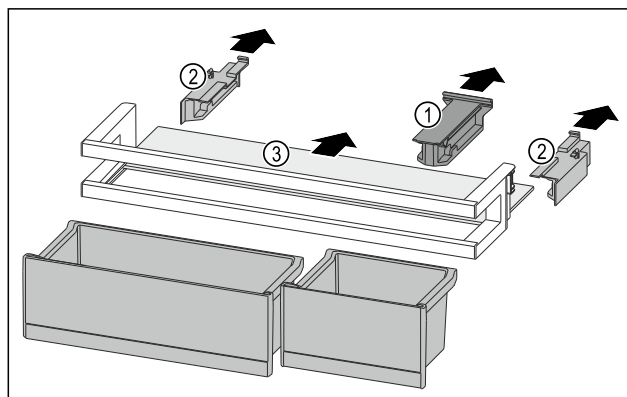

Fig. 92
- Retire la pieza de retención Fig. 92 (1).
- Retire las partes laterales Fig. 92 (2).
- Retire el estante Fig. 92 (3).